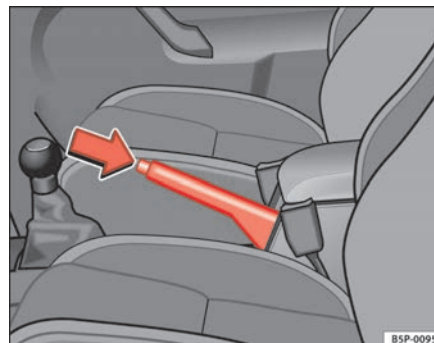

Abb. 101 Handbremse zwischen den Vordersitzen
⇒ **Abb. 101**.
- Ziehen Sie den Hebel etwas nach oben, drücken Sie den Entriegelungsknopf in Pfeilrichtung ⇒ **Abb. 101** und führen Sie den Handbremshebel ganz nach unten ⇒ .